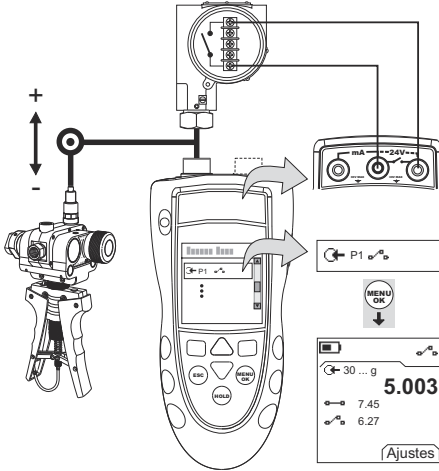

Figura 4: Ejemplo de configuración - Prueba de interruptor
1. Conecte el instrumento (Figura 4) y, si es necesario, ajuste la opción Configurar (Tabla 1).